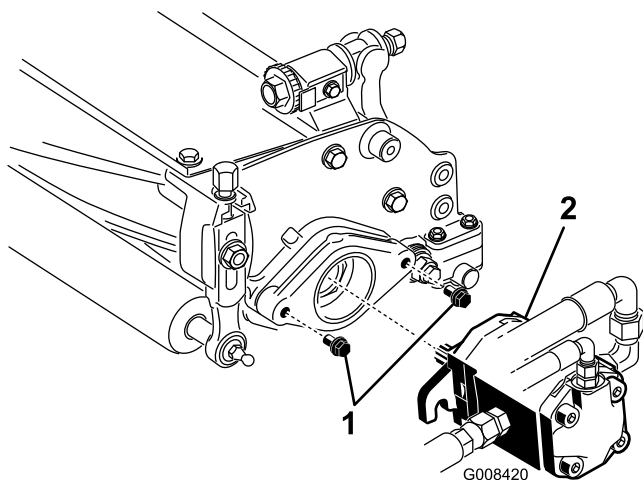

Figura 11
7. Certifique-se de que deixa uma folga de aproximadamente 13 mm em cada parafuso de montagem do motor da transmissão do cilindro (Figura 11).
8. Cubra o eixo do motor com massa lubrificante limpa e monte o motor, rodando-o no sentido dos ponteiros do relógio até que a folga das cavilhas do motor tenha sido eliminada. Rode o motor no sentido contrário ao dos ponteiros do relógio até que as flanges do motor cubram completamente as cavilhas (Figura 11).
9. Aperte os parafusos de montagem (Figura 11).